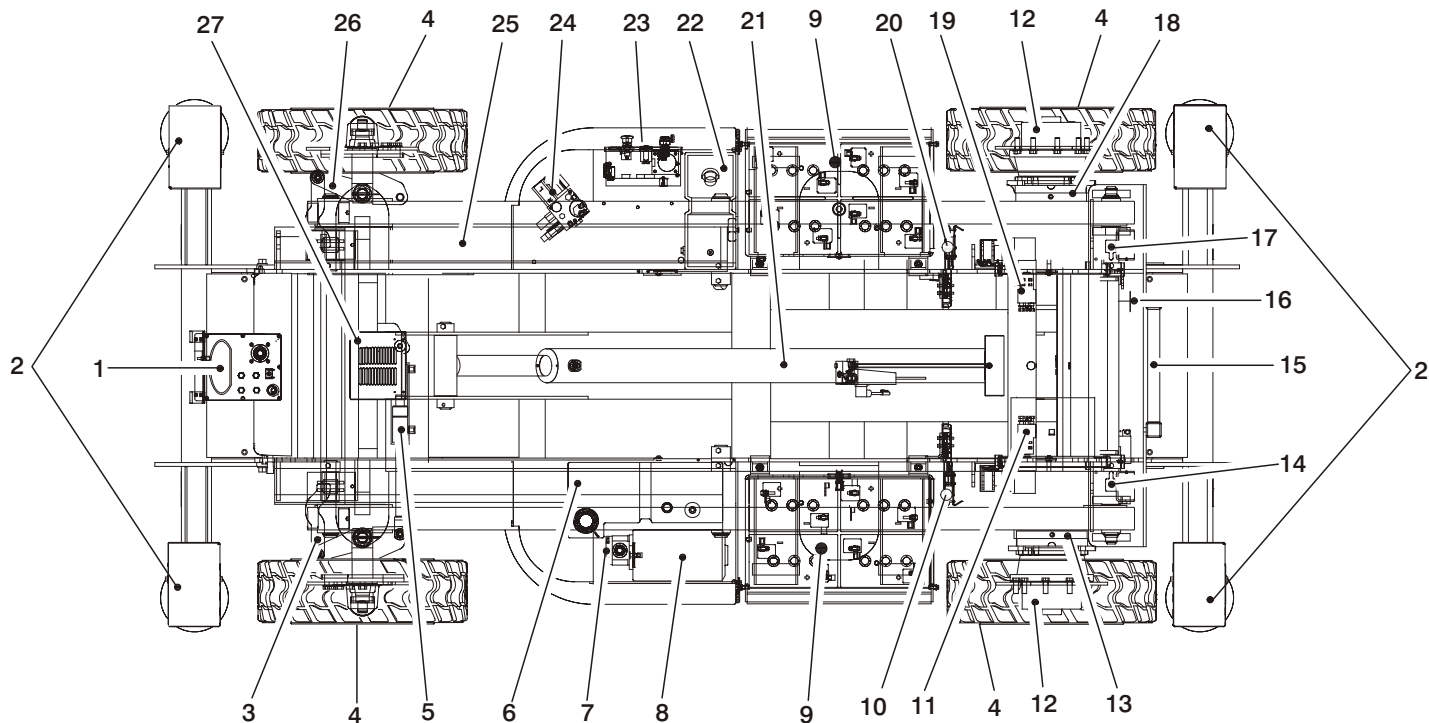

Рисунок 2-1. Ежедневный обход – лист 1 из 3
5. **Обход машины** – см. рис. 2-1.